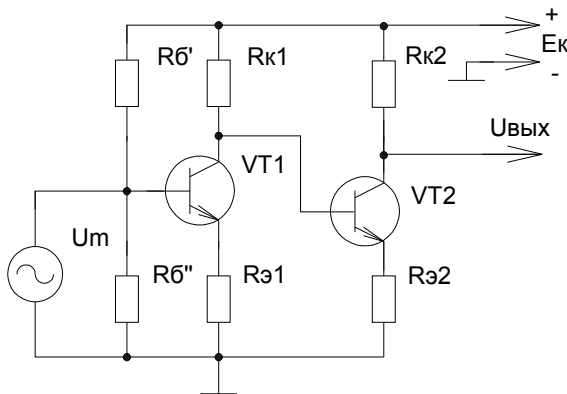

Рис. 242
- 3) Гальваническая (непосредственная) связь (смотрите рисунок 242).